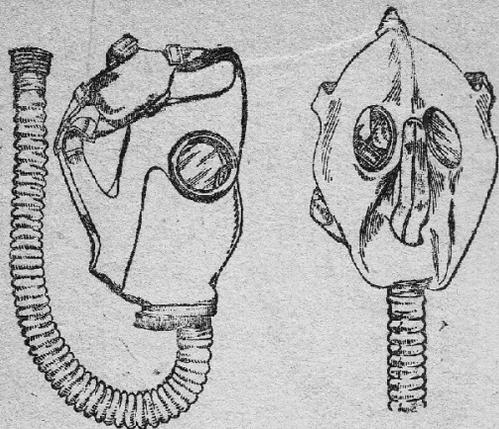

Рис. 2. Маска МОД-08. Слева — вид сбоку; справа — вид изнутри
6. Маска МОД-08 (рис. 2) изготовлена из резины. Очки вставлены в резиновые манжеты и закреплены в них с помощью обоек.